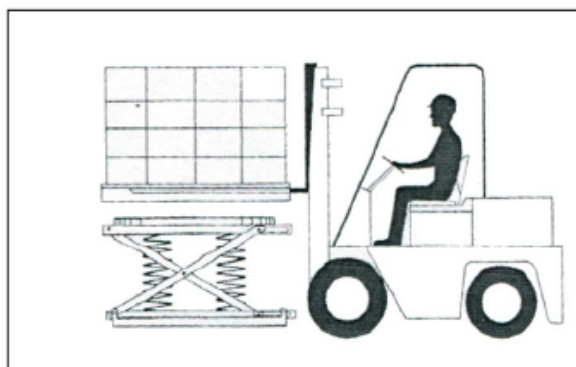

Fig. 11. Aflæsning med gaffeltruck
1. Kør gafflerne helt ind i pallen og løft pallen lige op, så den er helt fri fra pallebordet. Se fig. 11.